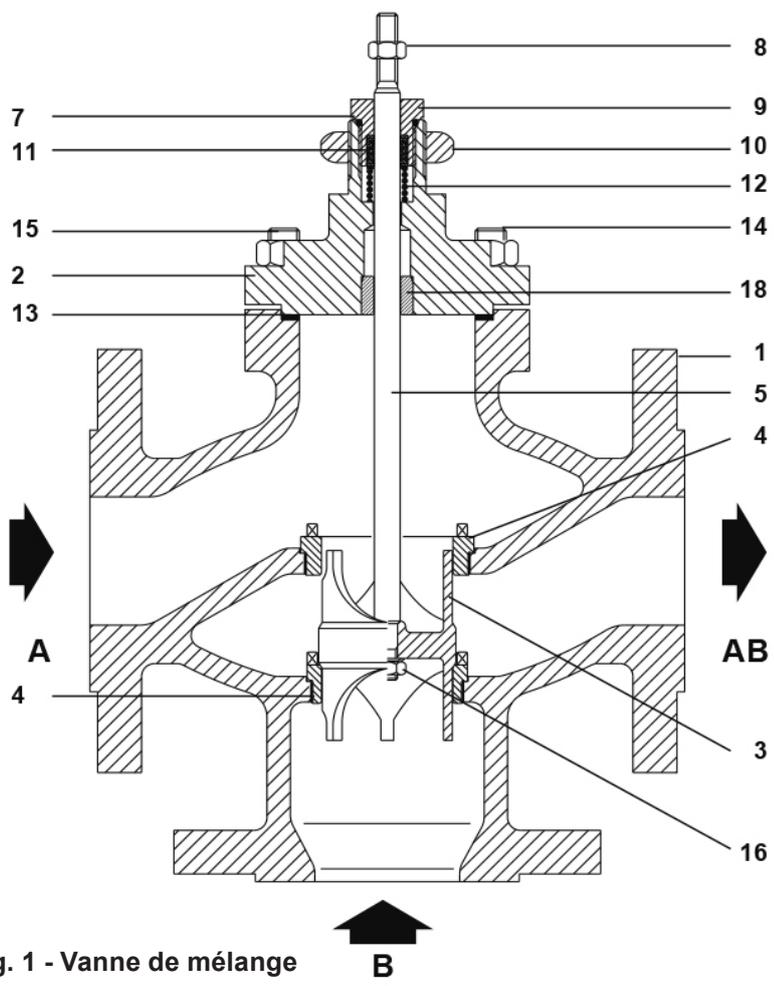

Fig. 1 - Vanne de mélange
4.2.1 Procédure pour le remplacement des bagues en PTFE (se référer aux Fig. 1, 2 et 6)
4.2.2 Procédure pour le remplacement des bagues d'étanchéité en graphite (se référer aux Fig. 1, 2 et 7)
- c) Retirer l'écrou de blocage (8).
- d) Dévisser l'écrou (9a) et le fouloir presse-étoupe (9).
- e) Retirer le jeu d'étanchéité (17b) et le joint (7).
- Nota** : des marques ou du dépôt de tartre sur la tige de vanne (5) peuvent signifier une défaillance de l'étanchéité. Si la tige de vanne (5) a besoin d'être remplacée, suivre les étapes c) à g) des paragraphes 4.2.3 ou 4.2.4.
- h) Remplacer le joint d'écrou des garnitures (7). Remonter le fouloir presse-étoupe (9) sur la tige de vanne, en s'assurant que le joint est correctement logé dans le chapeau. Serrer suivant le couple de serrage recommandé (voir Tableau 1, page 14).